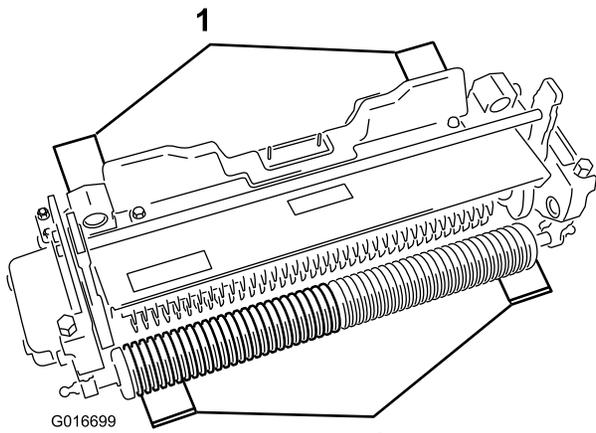

图4
2. 将 4 个所需刀片穿透深度的厚度的调刀尺，分别放在切根滚刀组前、后滚筒的两端下面（图4）。